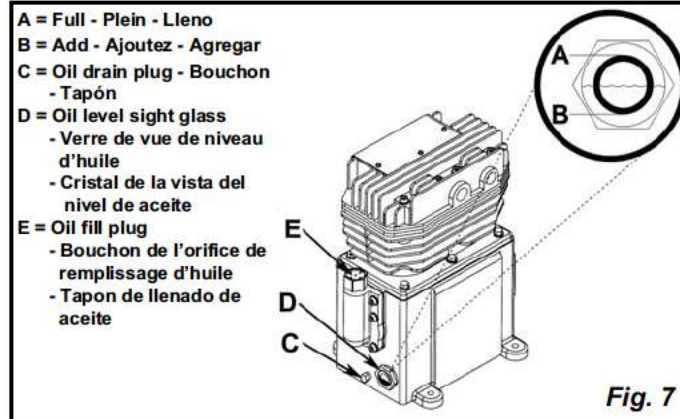

Fig. 7
Check the level of oil in the pump with the sight glass. The pump oil level must be between A and B (See Fig. 7). Do not overfill or underfill.
Remove the oil plug (C) (Fig. 7) and drain the oil until it slows to a drip, then close. Add oil to the pump by first removing the breather plug (E). Add oil until the level viewed through the sight glass (D) is between FULL (A) and ADD (B). Never overfill or underfill the pump.
Vérifiez le niveau d'huile dans la pompe grâce au voyant. Le niveau d'huile dans la pompe doit être situé entre les marques A et B (voir Fig. 7). Ne remplissez pas trop, mais remplissez suffisamment.
Retirez le bouchon d'huile (C) (Fig. 7), laissez s'écouler l'huile jusqu'à ce qu'elle s'égoutte puis refermez le bouchon. Retirez le bouchon d'évent (E) avant de faire l'appoint d'huile.